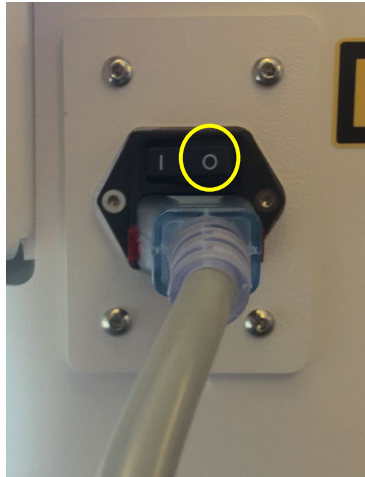

Abbildung 3-50. Position „Ausschalten“
- Drehen Sie den Hauptnetzschalter unten am KXL System in die Position „Aus“ (OFF) (siehe Abbildung 3-50).